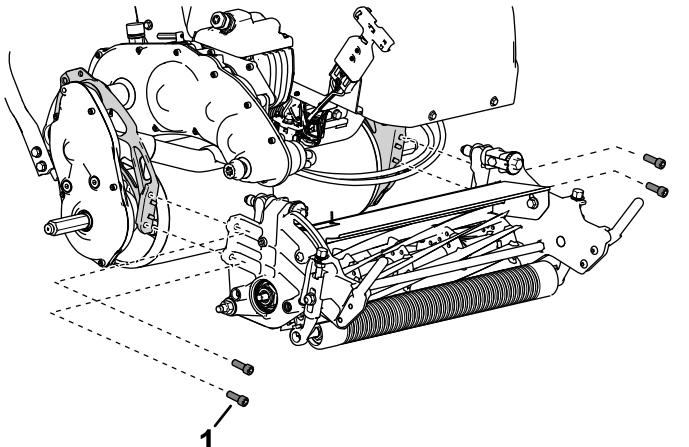

Figura 7
- Utilize quatro parafusos de cabeça sextavada interior para instalar a unidade de corte na estrutura (Figura 7).